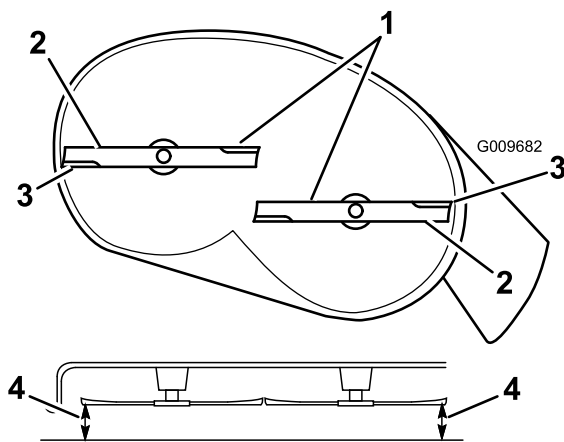
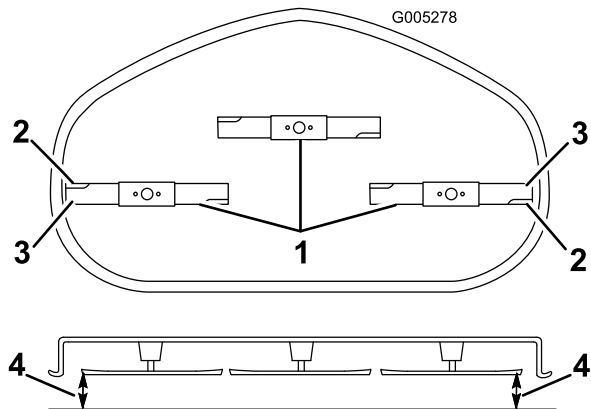

Figura 50
Figura 51
- Gire cuidadosamente las cuchillas hasta que estén todas orientadas lateralmente (Figura 50 y Figura 51).
5. Mida entre los bordes de corte exteriores y la superficie plana (Figura 50 y Figura 51). Si hay una diferencia de más de 5 mm entre ambas dimensiones, se requiere un ajuste; siga con este procedimiento.